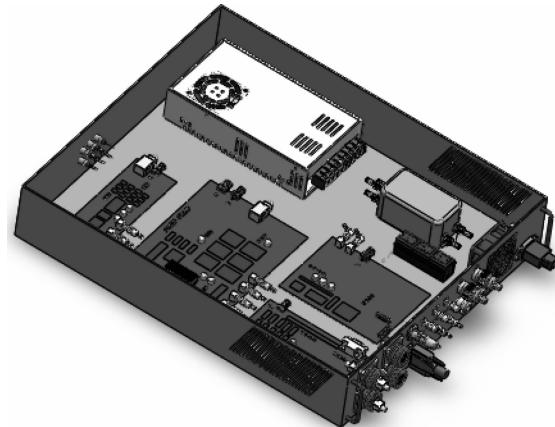

图 10-16 插入装配体
**步骤 6 插入装配体** 打开【页面 2U Chassis】，单击【插入】/[设备]/[已有零件或装配体]。浏览 Lesson10 \ Exercises 文件夹，展开所有 2UCHassis.zip 的内容。打开文件夹，【打开】3523.sldasm，插入装配体，如图 10-16 所示。